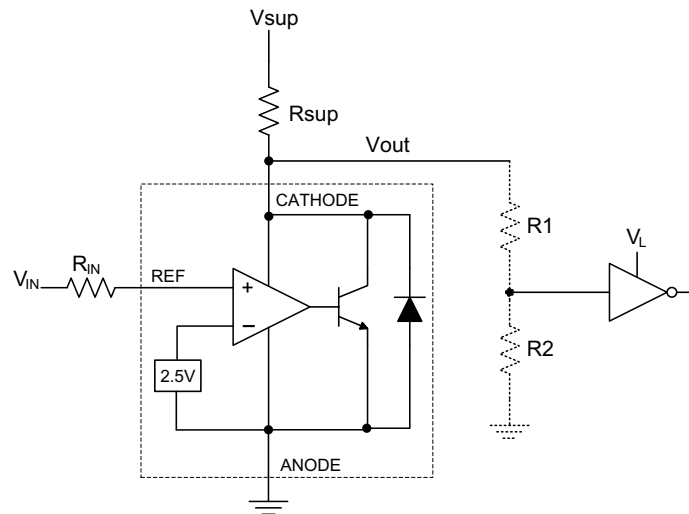
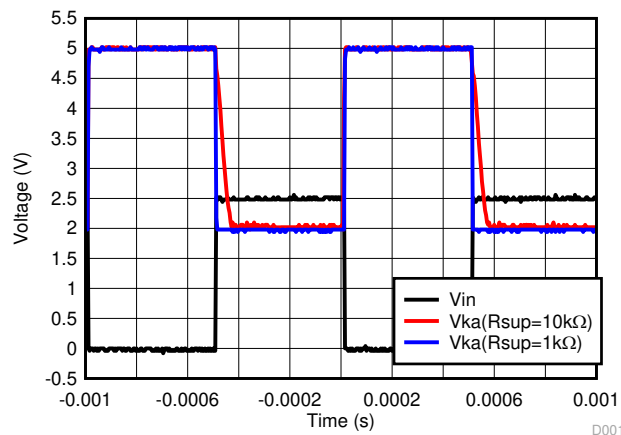

図 9-1. コンパレータ・アプリケーション回路図
図 9-2. さまざまなカソード電流による出力応答
どんな形であっても、カソード / 出力電圧または電流がリファレンス / 入力ピンに帰還されていない場合、TL43xx は開ループで動作しています。適切なカソード電流 ( $I_{KA}$ ) が印加されていれば、TL43xx は図 9-2 に示す特性を有します。この構成ではゲインが非常に大きいため、TL43xx は通常、コンパレータとして使用されます。基準電圧を内蔵する TL43xx は、一定レベルの単一信号を監視するのに最適です。
図 9-1 に示す構成では、TL431 がコンパレータとして機能し、VREF ピンの電圧を内部の仮想基準電圧と比較します。適切なカソード電流 (IK) が供給されれば、TL43xx は十分な開ループ ゲインを確保できるので、高速に応答します。図 9-2 に示すように、RSUP=10k $\Omega$  (IKA=500 $\mu$ A) の条件では、RSUP=1k $\Omega$  (IKA=5mA) よりも応答が大幅に遅くなります。Imin 付近、またはより低い状態で動作すると、ゲインが小さくなり、応答が遅くなる可能性があります。
図 9-2 に示すように、開ループ/コンパレータ モードでの TL431 の出力 LOW レベル電圧は約 2V であり、一般に 5V 電源ロジックでは十分ですが、3.3V および 1.8V 電源ロジックでは機能しません。この問題には、抵抗分圧器を出力につないで、低電圧の受信ロジック デバイスが読み取れる電圧まで減衰させることで対応できます。
出力に抵抗分圧器を使用するときには、必ず分圧抵抗 (図 9-1 の R1 および R2) の合計が  $R_{SUP}$  をはるかに上回るようにし、電源オフ時に TL431 が  $V_{SUP}$  に近い値までプルするのを妨げないようにしてください。